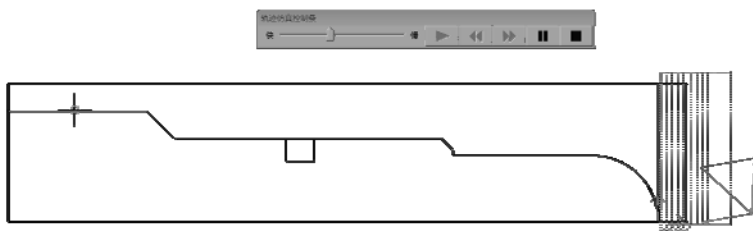

图 6-19 粗车加工端面轨迹仿真结果
(5) 轨迹仿真 轨迹仿真是对已有的加工轨迹进行加工过程模拟，以检查加工轨迹的正确性。选择下拉菜单“数控车”→“轨迹仿真”命令，或直接单击数控车工具栏中的“轨迹仿真”按钮，系统在“命令提示”栏中显示“拾取刀具轨迹”，然后单击立即菜单，在立即菜单选项中选择“动态”，并设定步长大于 0。单击已经生成的加工轨迹，轨迹变成红色表示被选中，然后单击右键结束选取，系统弹出仿真控制条，按开始键开始仿真。仿真过程中可进行暂停、上一步、下一步、终止和速度调节操作，如图 6-19 所示。如果仿真结果不是很理想，可以通过修改参数来改变。